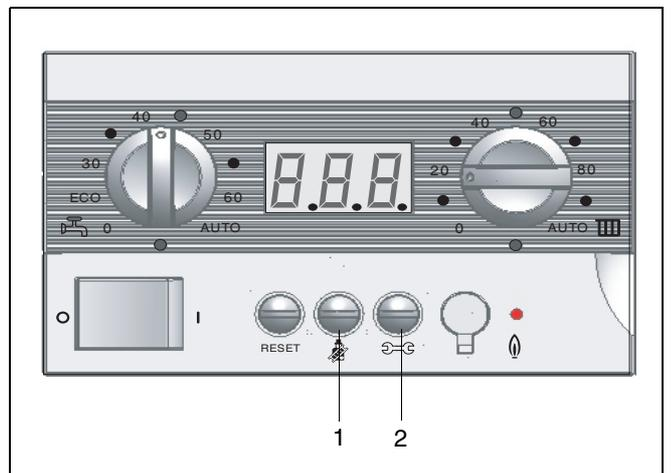

Abb. 28 Taste "Schornsteinfeger" betätigen
- Durch Betätigen der Taste "Schornsteinfeger" (Abb. 28, Pos. 1) Abgastestbetrieb einschalten, bis links unten im Display der Dezimalpunkt aufleuchtet. Das Gerät läuft max. 30 min. bei Vollast im Heizbetrieb (Schornsteinfegerbetrieb).
- Betriebsschalter auf "0" stellen (Abb. 28, Pos. 3).
- Taste "Schornsteinfeger" (Abb. 28, Pos. 1) und Taste "Service" (Abb. 28, Pos. 2) gleichzeitig betätigen, bis "L--" angezeigt wird.
- Taste "Schornsteinfeger" (Abb. 28, Pos. 1) und Taste "Service" (Abb. 28, Pos. 2) gleichzeitig betätigen, bis "L—" angezeigt wird.